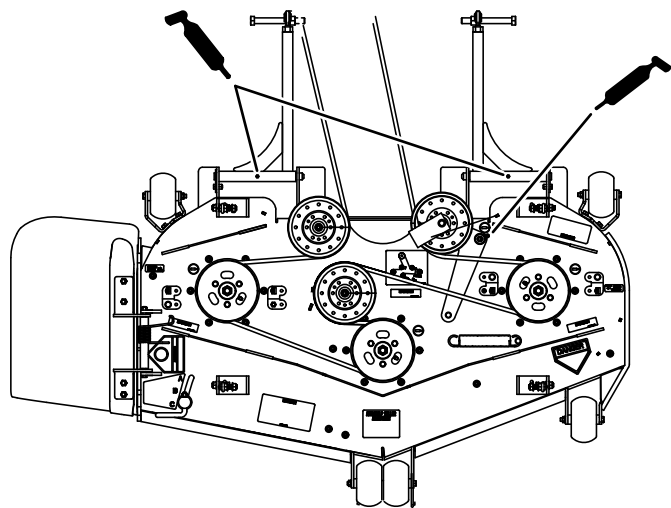

Figura 42
4. Engrase el brazo tensor de la carcasa del cortacésped (Figura 42).
5. Lubrique los puntos de engrase de los brazos de empuje (Figura 42).